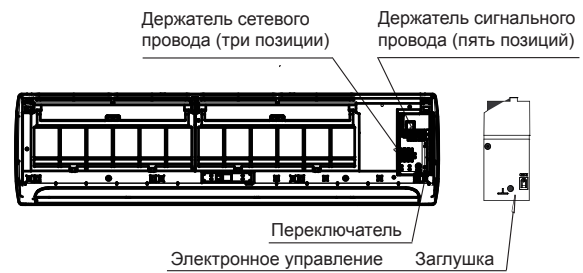

Рис. 7-3
- 2 Отдельно подключите сетевой и сигнальный провод, установите переключатели. (см. рис. 7-3).